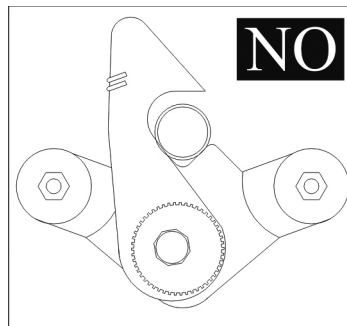
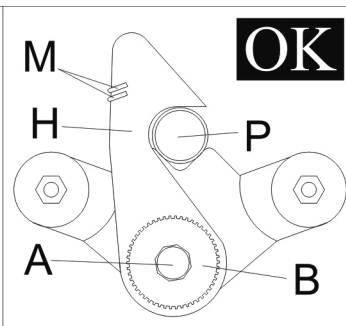
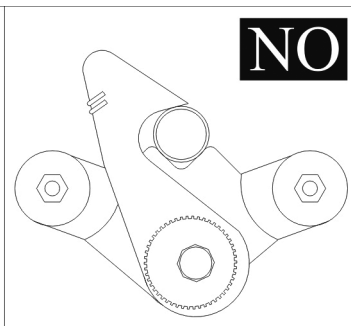

Fig. 50
Fig. 51
Fig. 52
- Verificare che le due molle (M) spingano efficacemente il gancio (H) contro l'elemento (P) del manubrio.
- Verificare che il gancio (H) aderisca completamente e senza gioco all'elemento (P), come mostrato in Fig. 50.
Non condurre il ciclomotore se il gancio manubrio si trova in una delle posizioni errate mostrate nelle Fig. 51 e 52 oppure se le molle spingono poco o male il gancio stesso.
Se il gancio assume la posizione errata illustrata in fig. 51 (cioè se il gancio non aderisce completamente all'elemento (P) del manubrio) o in fig. 52 (cioè se il gancio ha del gioco rispetto all'elemento (P)), ripristinare la posizione corretta, mostrata in fig. 50, nel seguente modo:
- Allentare la vite (A).
- Far girare l'anello eccentrico (B) in un senso o in nell'altro, per una frazione di giro, finché il gancio (H) assume la posizione mostrata in Fig. 50.
- Serrare la vite (A).
- Check that the two spring (M) push powerfully the hook (H) against the handlebar stem (P).
- Check that the hook adheres completely and without slack to the handlebar stem (P), as shown in Fig. 50;
Never ride the motorbike if the handlebar hook is in one of the wrong positions shown in Fig. 50 and 51 or if the springs push the hook weakly or wrongly.
If the hook is in the wrong position shown in Fig. 50 (i.e. the hook does not adhere completely to the stem) or in Fig. 51 (i.e. there is a play between the hook and the stem (P)), readjust the hook to the right position, shown in Fig. 50, as follows:
- Loosen the screw (A)
- Turn the eccentric ring (B) in one or in the other way, for a fraction of turn, until the hook (H) reaches the position shown in Fig. 50;
- Tighten the screw (A)
- Check again for the proper position of the hook (H) by folding and unfolding the handlebar.
- If the springs (M) push the hook (H) weakly, replace them.
- Prüfen Sie, ob die zwei Federn (M) den Schnapper (H) kräftig genug gegen das Bauelement (P) des Lenkers drücken.
- Prüfen Sie, ob der Schnapper (H), wie in Abb. 50 dargestellt, vollständig und ohne Spiel an Bauelement (P) anliegt.
Das Moped nicht verwenden, wenn sich der Schnapper an der Lenkerstange in einer der in Abb. 51 und 52 dargestellten Fehlpositionen befindet oder die Federn unzureichenden Druck auf den Schnapper ausüben.
Bewegt sich der Schnapper in die in Abb. 51 oder 52 dargestellte Fehlposition (liegt er also nicht vollständig am Bauelement (P) des Lenkers an oder besteht Spiel zum Bauelement (P)), stellen Sie die in Abb. 50 gezeigte korrekte Position wie folgt ein:
- Schraube (A) lösen.
- Den Exzenterring (B) den Bruchteil einer Drehung nach links oder rechts drehen, bis sich der Schnapper (H) in der in Abb. 50 gezeigten Position befindet.
- Schraube (A) festziehen.
- Vérifiez que les deux ressorts (M) poussent efficacement le crochet (H) contre la colonne (P) du guidon.
- Vérifiez que le crochet (H) soit en contact complet et sans jeu avec la colonne (P), comme montré en Fig. 50.
Ne conduisez jamais le cyclomoteur si le crochet du guidon est dans une des positions déréglées montrées en Fig. 51 et 52 ou si les ressorts poussent faiblement ou mal le crochet.
Si le crochet est dans la position déréglée montrée en Fig. 51 (c.à.d. le crochet n'est pas complètement engagé à la colonne (P) du guidon) ou en Fig. 52 (c.à.d. il y a du jeu entre le crochet et la colonne (P)), rétablissez la position correcte, montrée en Fig. 50, comme suit:
- Desserrez la vis (A)
- Faites tourner la rondelle excentrée (B), dans un sens ou dans l'autre, pour une fraction de tour, jusqu'à ce que le crochet (H) se place comme montré en Fig. 50
- Bloquez à nouveau la vis (A)